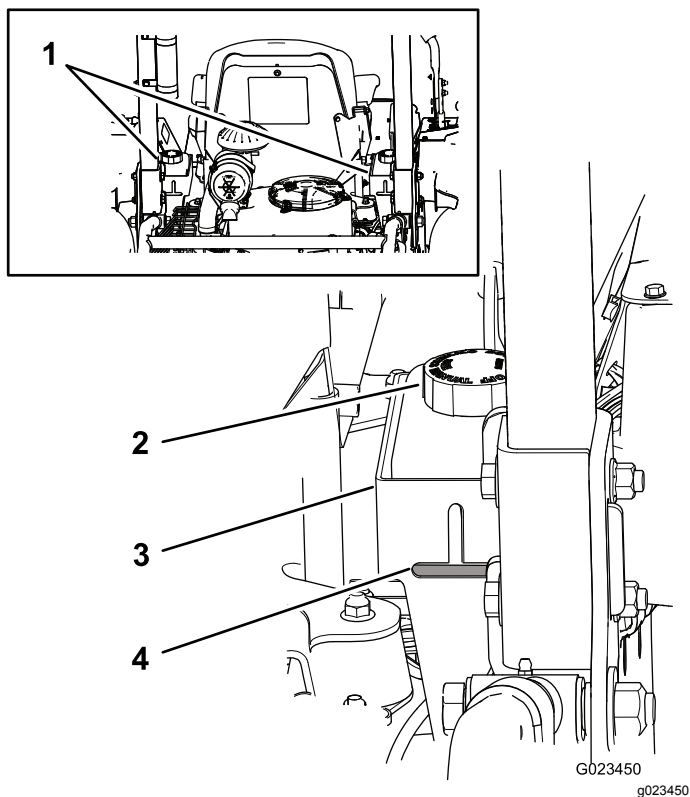

Рисунок 18
Баки машины заполняются на заводе высококачественной гидравлической жидкостью. Уровень гидравлической жидкости следует проверять, когда жидкость холодная. Машина должна находиться в положении транспортировки. Если уровень рабочей жидкости находится ниже верха горизонтальной части выреза смотрового стекла на задней поверхности гидравлических баков (Рисунок 18), долейте жидкость, чтобы
Примечание: Уровень жидкости должен располагаться у низа каждого из отверстий, как показано на Рисунок 18.
- A. Очистите область вокруг крышек гидравлических баков, чтобы предотвратить попадание мусора в систему (Рисунок 18).